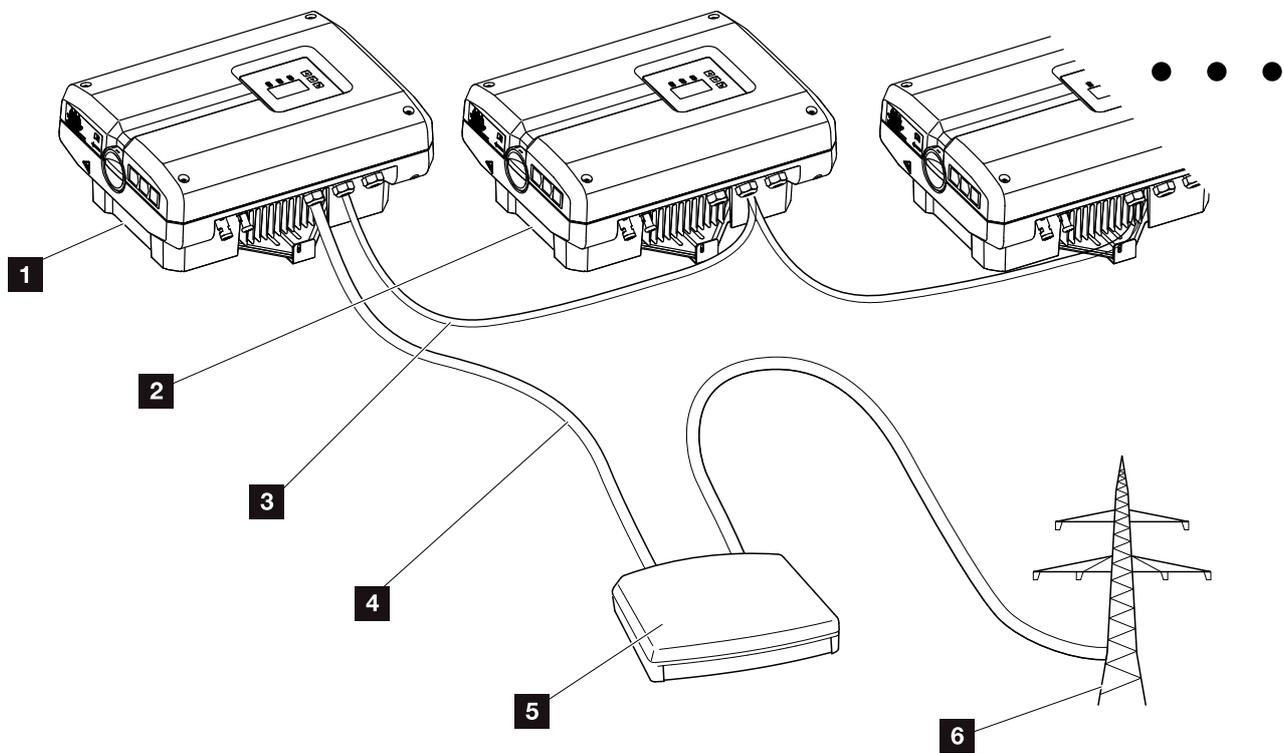
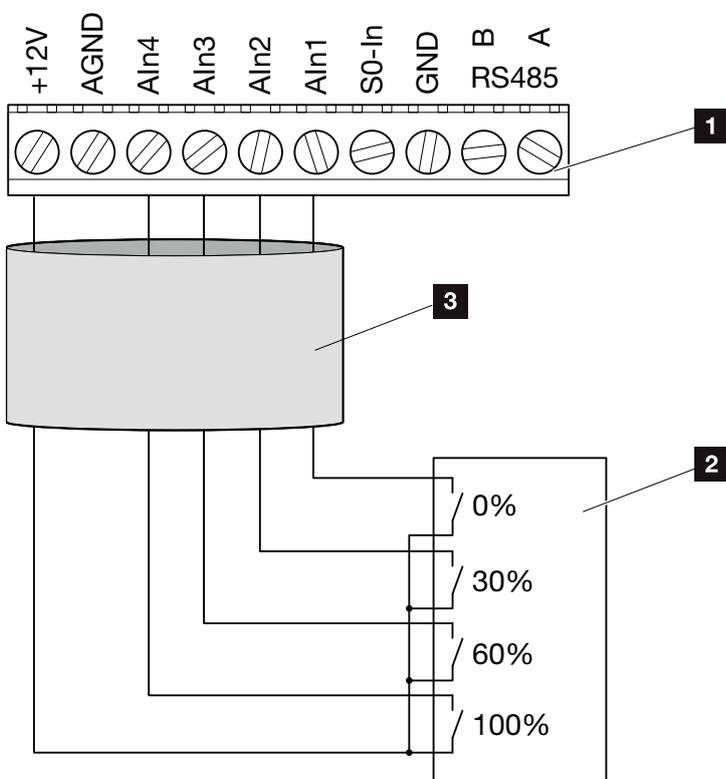

Fig. 57: configurazione ricevitore di segnali con più inverter (collegamento Ethernet)
Fig. 58: allacciamento ricevitore di segnali
1. Togliere tensione all'inverter.  **Fig. 57**
2. Allacciamento di tutti gli inverter tramite collegamento Ethernet (RJ45) con un cavo Ethernet. **Fig. 57**
3. Collegare il ricevitore di segnali sull'inverter principale **Fig. 57 Pos. 1** sul morsetto dell'interfaccia analogica (10 poli). **Fig. 58**
Il ricevitore di segnali può essere collegato solo all'inverter principale. **Fig. 57**